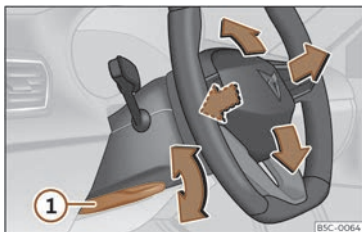

Fig. 95 Palanca en la parte inferior del lateral izquierdo de la columna de dirección.
- Tire de la palanca >>> **fig. 95 ①** hacia abajo, mueva el volante hasta la posición deseada y vuelva a subir la palanca hasta el punto de cierre.
- Tras ajustar la columna de la dirección, empuje firmemente la palanca >>> **fig. 95 ①** hacia arriba para que el volante no cambie de posición accidentalmente durante la marcha.